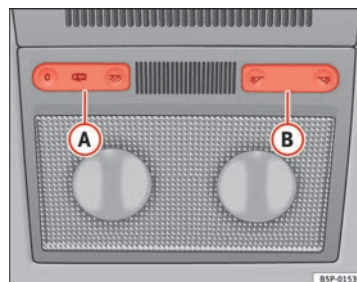
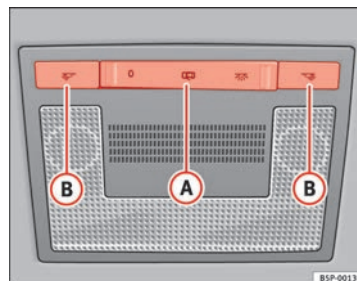

Fig. 80 Rivestimento interno del tetto: luci di lettura anteriori 1
Fig. 81 Rivestimento interno del tetto: luci di lettura anteriori 2
Per accendere una luce di lettura si deve premere il tasto corrispondente ⇒ fig. 80 (B) e ⇒ fig. 81 (B).